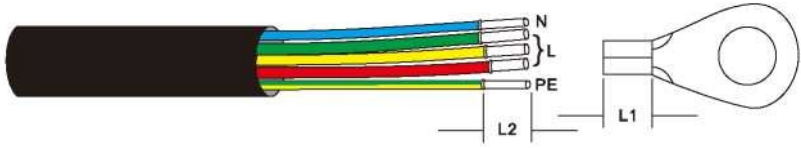

图 3.9 加工电缆线
1) 将交流电缆线外层绝缘护套剥开约 90mm , 将导线绝缘护套剥开, 使铜导体裸露出 (如图 3.9 所示)。